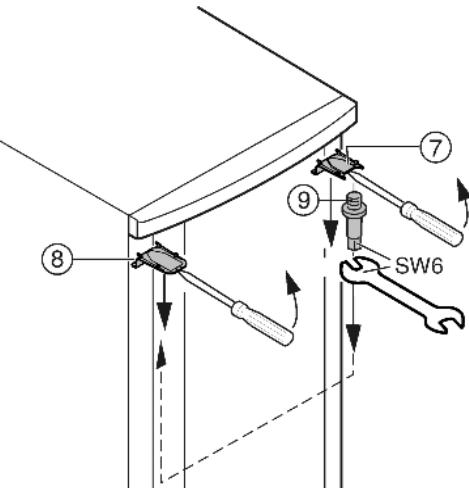

Fig. 6
- Верхнюю крышку Fig. 6 (7) и крышку Fig. 6 (8) с помощью отвертки выведите вперед из фиксатора и снимите, наклоняя вниз.
- Выкрутите опорный палец Fig. 6 (9) и вкрутите на противоположной стороне (**с моментом 4 Нм**).
- Снова установите крышку Fig. 6 (7) на стороне опорного пальца: насадите сзади, защелкните спереди.
- Установите крышку Fig. 6 (8) на противоположной стороне: насадите сзади, защелкните спереди.
- ▶ Подвесьте верхнюю часть двери на опорный палец Fig. 6 (9).